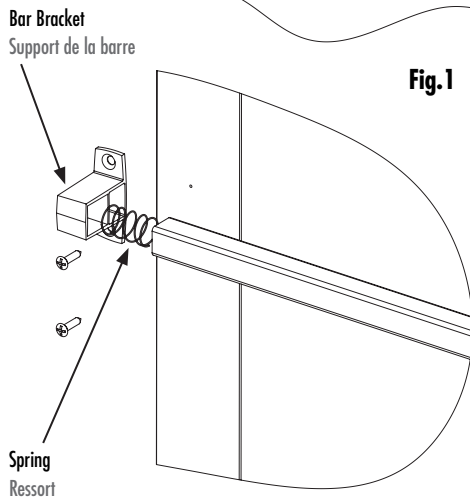
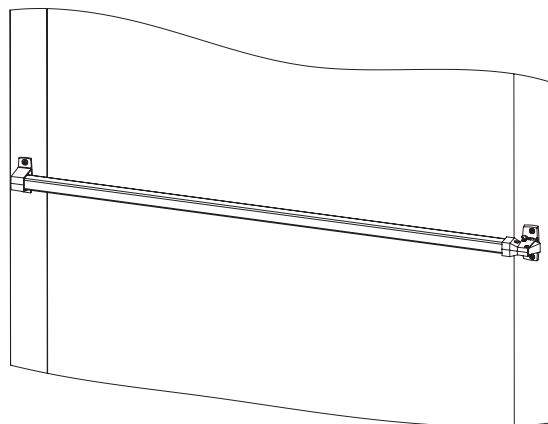

Fig.3
Fig.4
6. Loosen the bar bracket and install the spring in between the bar bracket and the touch bar. Fasten with the screws onto the door. (Fig.3 & Fig.4)
6. Desserrez le support de la barre et installez le ressort entre le support de la barre et la barre tactile. Fixez le tout sur la porte à l'aide des vis. (Fig.3 et Fig.4)